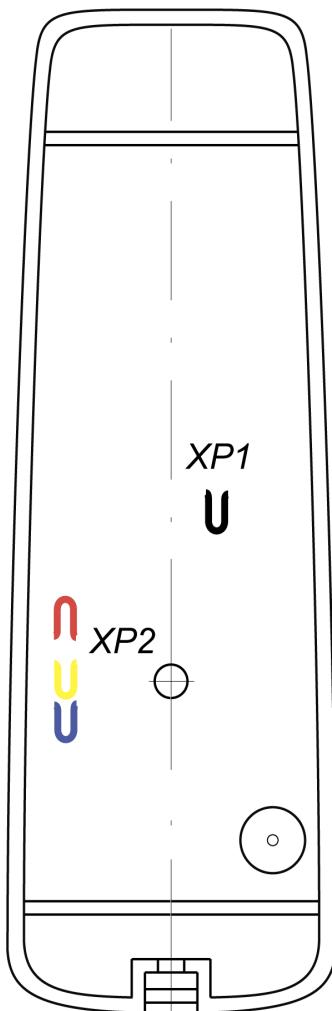

Рисунок 4. Расположение перемычек на тыльной стороне контроллера
5. Если данный контроллер не является конечным устройством на линии связи интерфейса RS-485 подключения периферии, то необходимо отключить на нем концевой резистор, для чего перекусите кусачками перемычку «отключение концевого резистора» (перемычка *XP1*, см. рис. 4). Учтите, что в этом случае необходимо будет установить концевые резисторы по реальным концам линии связи интерфейса RS-485.